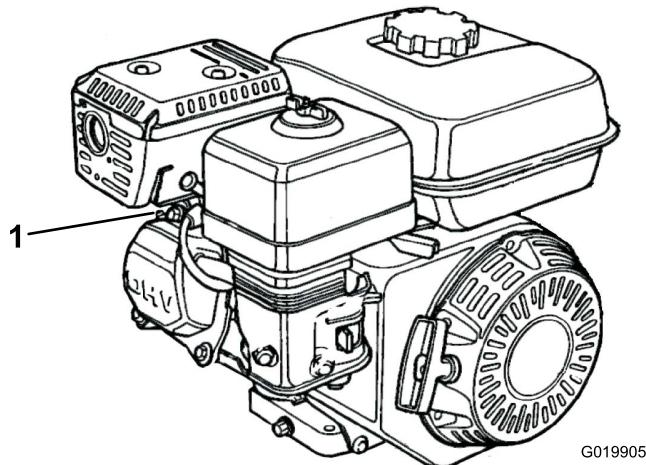

Bild 17
1. Ziehen Sie den Zündkerzenstecker von der Zündkerze ab (Bild 17).